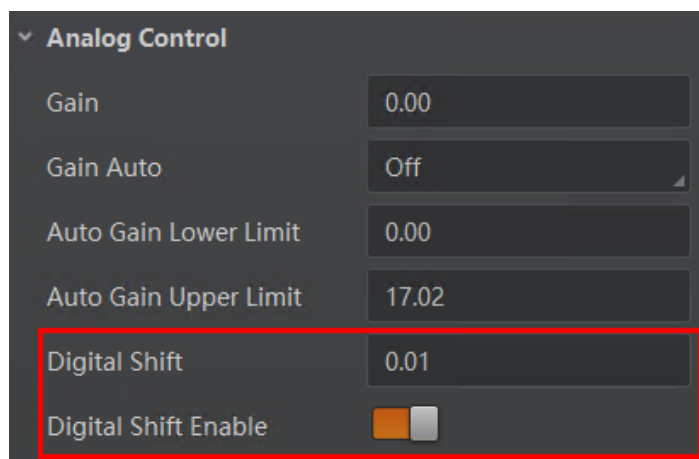

图7-18 数字增益设置
2. 在 *Digital Shift* 参数中输入需要设置的数字, 如图 7-18 所示。